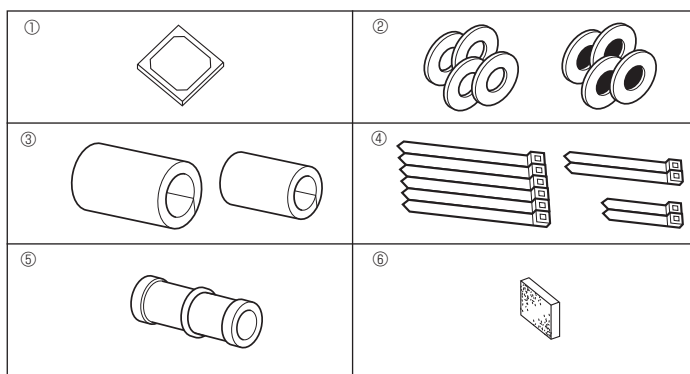

Fig. 4-1
4.1. Accessoires binnenunit controleren (Fig. 4-1)